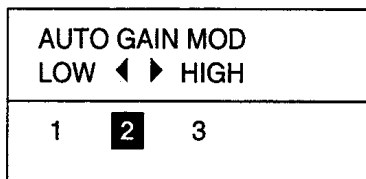

Figura 1-5 Cuadro para el ajuste automático de la ganancia
1. Pulsar la tecla [GAIN] una o dos veces. En pantalla aparece el cuadro de la Figura 1-5.